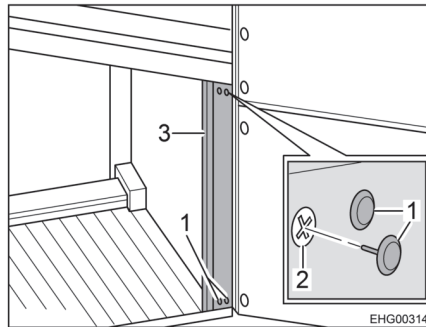

Bild 88 Blende am Fahrzeugheck
Um an die hinteren rechten Fahrzeugleuchten zu gelangen, muss zuvor die Blende (Bild 88,3) abgenommen werden.
- Vier Schraubenabdeckungen (Bild 88,1) abziehen.
- Vier Kreuzschlitzschrauben (Bild 88,2) herausdrehen.
- Blende (Bild 88,3) abnehmen. Die Fahrzeugleuchten sind jetzt zugänglich.